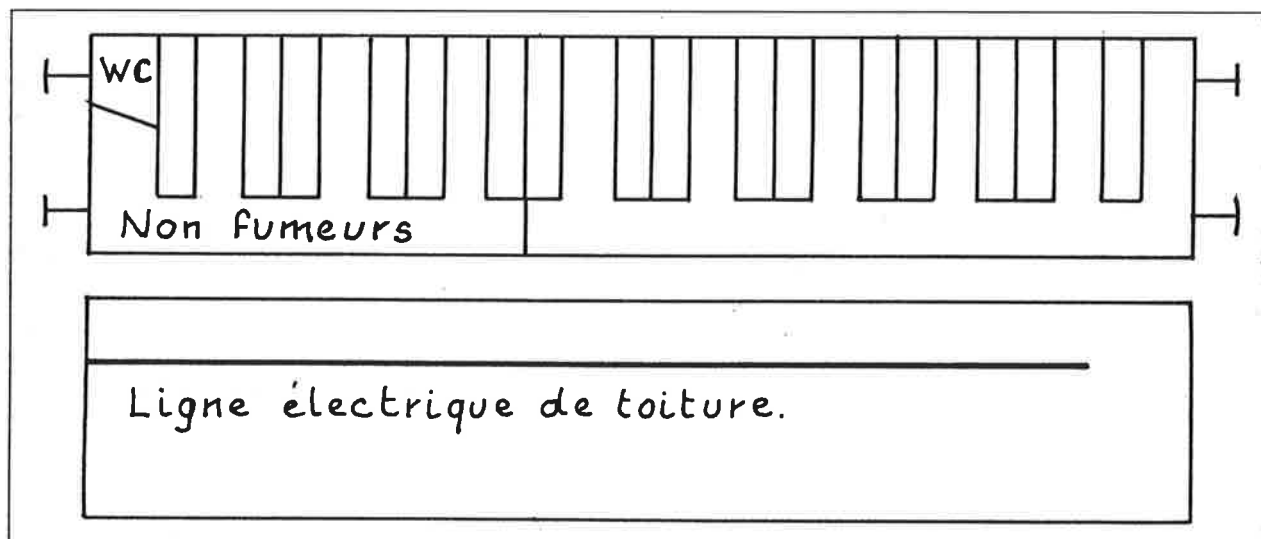

FIGURE 1
- la position du couloir intérieur et de la ligne électrique de toiture sont inversés (voir fig. 1)